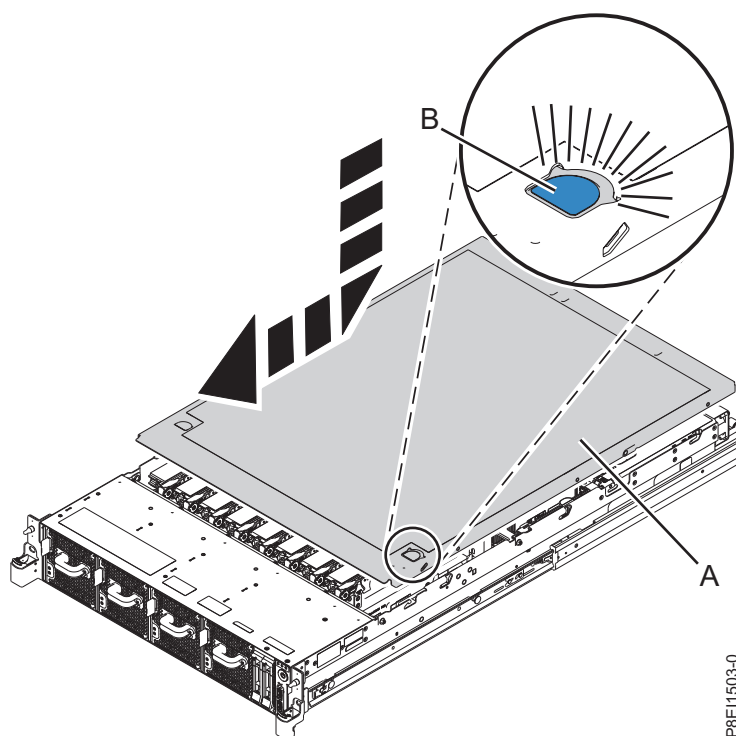

Figura 66. Instalando a tampa de acesso de serviço
1. Coloque a tampa (A) na unidade de sistema de modo que os pinos de alinhamento na tampa sejam alinhados aos slots no chassi.
2. Pressione para baixo para encaixar os pinos e arraste a tampa para a frente do sistema até que a trava de liberação azul (B) trave no lugar, conforme mostrado em Figura 66 na página 101.